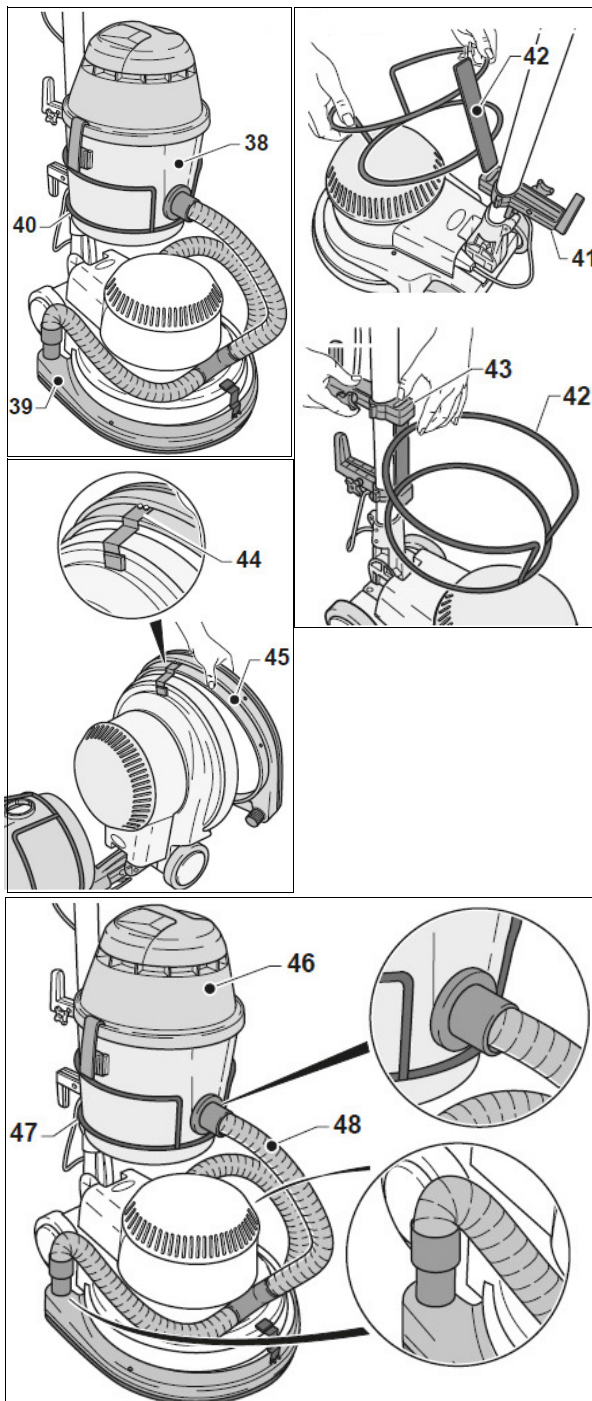

Abb. 10: Montage der Sauggruppe
Die Sauggruppe besteht aus dem Staubsauger (Pos. 38, Abb. 10), dem Saugkranz (Pos. 39, Abb. 10) mit dem Bündel montierter Schläuche und dem Haltekorb des Staubsaugers (Pos. 40, Abb. 10).
Schritt 1: Vergewissern Sie sich, dass die untere Halterung (Pos. 41, Abb. 10) auf der an der Stange der Führungssäule angebrachten Scheibe auf sitzt.
Schritt 3: Setzen Sie den Korb (Pos. 42, Abb. 10) in seinen Haltesitz (Pos. 41, Ab. 10).
Schritt 4: Senken Sie die obere Halterung (Pos. 43, Abb. 10), bis der Korb (Pos. 42, Abb. 10) eingespannt ist, dann drehen Sie die beiden Schrauben oder den Knauf der oberen Halterung fest, um alles fest zu verankern.
Schritt 5: Kippen Sie die Maschine und legen Sie sie auf den Griff. Bringen Sie die Klemme (Pos. 44, Abb. 10) der Saugkranzhalterung (Pos. 45, Abb. 10) an das Maschinengehäuse an, danach stellen Sie die Maschine wieder in Arbeitsposition.
Schritt 6: Setzen Sie den Staubsauger (Pos. 46, Abb. 10) in den Korb (Pos. 47, Abb.10).
Schritt 7: Verbinden Sie die das Schlauchbündel (Pos. 48, Abb. 10) über einen Bajonettverschluss mit dem Staubsauger (Pos. 46, Abb. 10).
Schritt 8: Verbinden Sie den Stecker (Pos. 49, Abb. 10) mit der Hilfssteckdose (Pos. 50, Abb. 10) auf der Führungssäule oder der Maschinengruppe je nach Modell.
Schritt 1: Wenn die Maschine mit der Sauggruppe (optional) ausgestattet ist, kontrollieren Sie, dass alle Ansaugschläuche (Pos. 48, Abb. 10) korrekt mit der Maschinenbasis und dem Sauger verbunden sind.